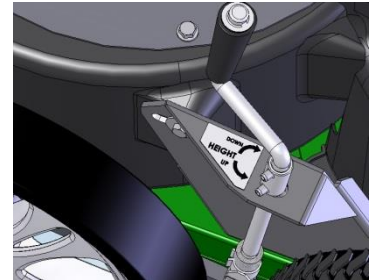

Fig. 10
**For maksimal opsamlingsevne:** Juster dysen, så den er helt tæt på affaldet, dog uden at blokere dysens luftgennemstrømning. **BEMÆRK:** Dysen må aldrig begraves i affaldet. Sugdysen hæves og sænkes ved at dreje henholdsvis med og mod urets retning på håndsvinget. (Se fig. 10)